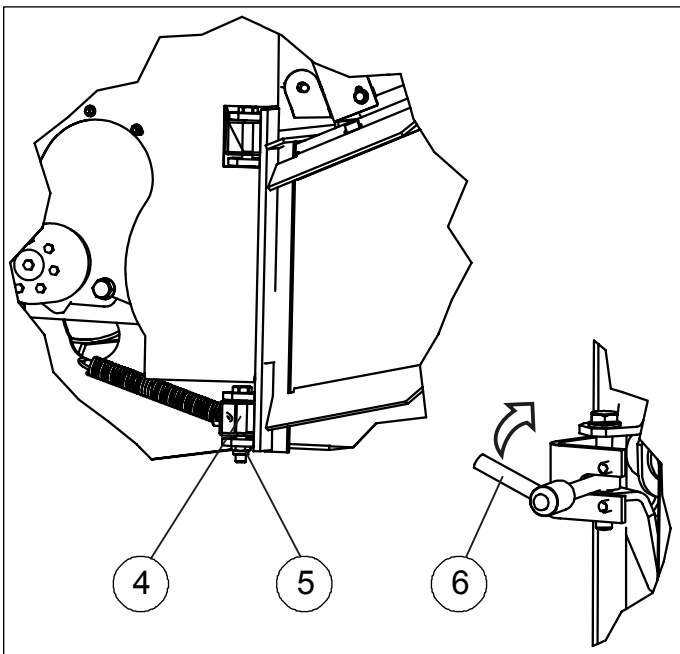

Bild 4a. Montage des Zuführtrichter
2. Einzug mit zwei Drehbolzen M8 Schrauben (4) und M8 Gegenmutter (5) am Rahmen befestigen und in Arbeitsposition verriegeln (6). Siehe Bild 4a.